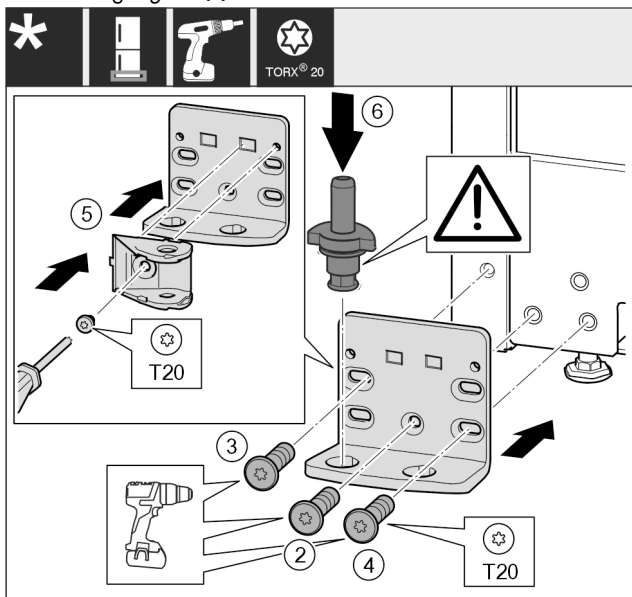

Fig. 32
- ▶ Lagerbock auf der anderen Seite ansetzen und mit Hilfe eines Schraubendrehers anschrauben. Mit der Schraube Fig. 32 (2) unten in der Mitte beginnen.
- ▶ Schraube Fig. 32 (3) und Schraube Fig. 32 (4) festschrauben.
- ▶ Schließdämpferverbindung Fig. 32 (5) um 180° drehen. Auf der anderen Seite des Lagerbocks mit Schraubendreher anschrauben.
- ▶ Lagerbolzen Fig. 32 (6) komplett einsetzen. Dabei darauf achten, dass der Rastnocken nach hinten zeigt.